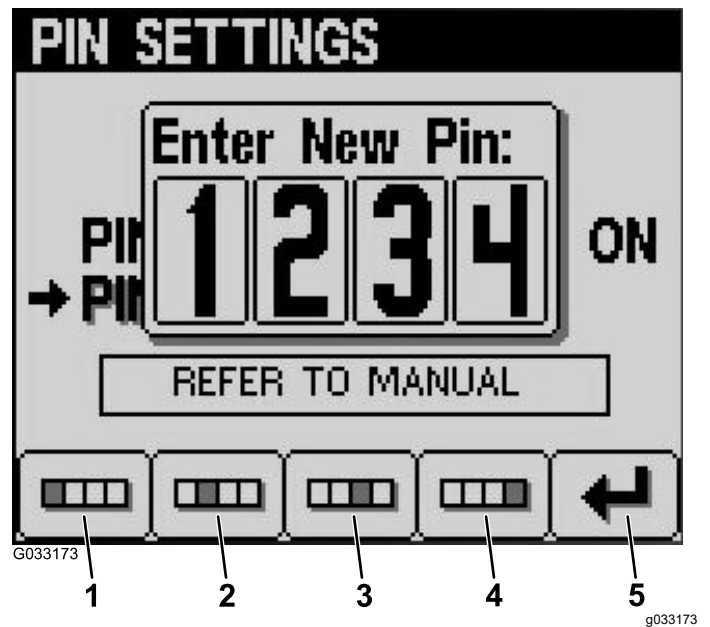

Figure 16
- Saisissez le nouveau code PIN en utilisant les boutons 1 à 4 puis en appuyant sur le bouton 5 pour confirmer (Figure 16).